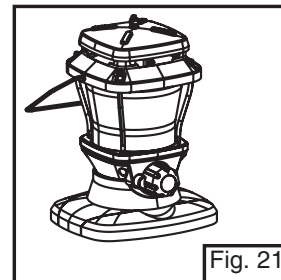

Fig. 21
- La lámpara puede ser colocada en la base para almacenar con seguridad. (Fig. 21)